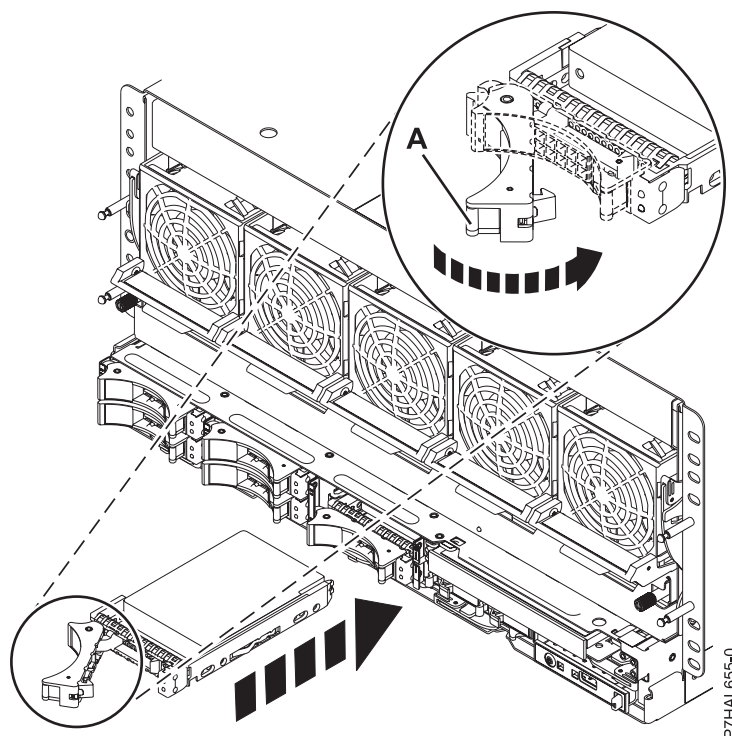

Figura 5. Instal·lació de la unitat al sistema
7. Quan el LED d'identificació parpelleja, moveu la unitat fins al fons del sistema o de la unitat d'expansió i empenyeu la nansa de la unitat (A) fins que quedi encaixada. Consulteu Figura 5 que mostra la instal·lació d'una unitat al sistema.